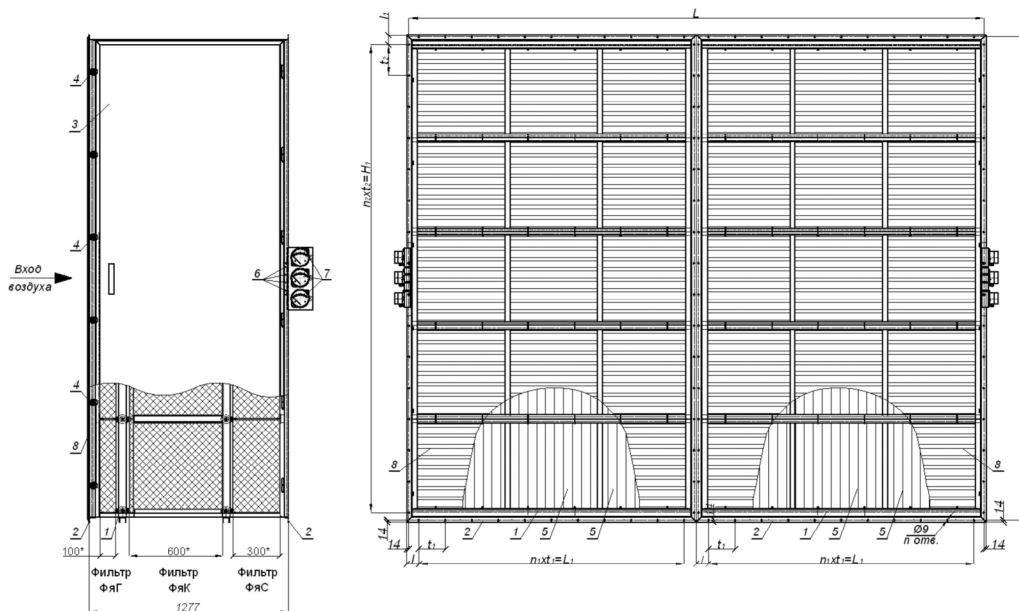

Рис. 2 Схема секции воздушных фильтров ССФ-В3-2/6х5
На рис. 2 показана секция воздушных фильтров ССФ-В3-2/6х5, состоящая из 2-х секций ССФ-В3-2/3х5, соединяемых при монтаже. Обслуживание секции и замена фильтров осуществляется через двери, расположенные с двух сторон.
Секция воздушных фильтров ССФ-В3-2/6х5 (рис.2) оснащена 8 штуцерами (6), по четыре с каждой стороны, для контроля сопротивления в каждой половине секции (ССФ-В...2/3х5) с помощью шести диффманометров. На практике достаточно вести контроль только в одной половине, т.к. при равномерном распределении воздуха на входе запыление фильтров (увеличение сопротивления) происходит равномерно в обеих половинах.